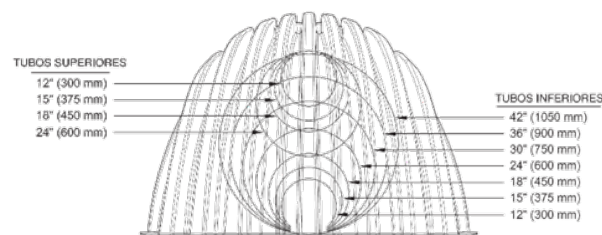

Figura 5. Guías de corte en la tapa MC-4500
- Las tapas tienen guías de corte para conectar en campo tubos de descarga de 300 a 1050 mm (12 a 42 pulg) de diámetro y guías de corte para tubos de 300 a 600 mm (12 a 24 pulg) para verter agua al interior de las cámaras instaladas, mostradas en la Figura 5. Las tapas perforadas de fábrica incluyen una placa soldada en la parte superior del corte.